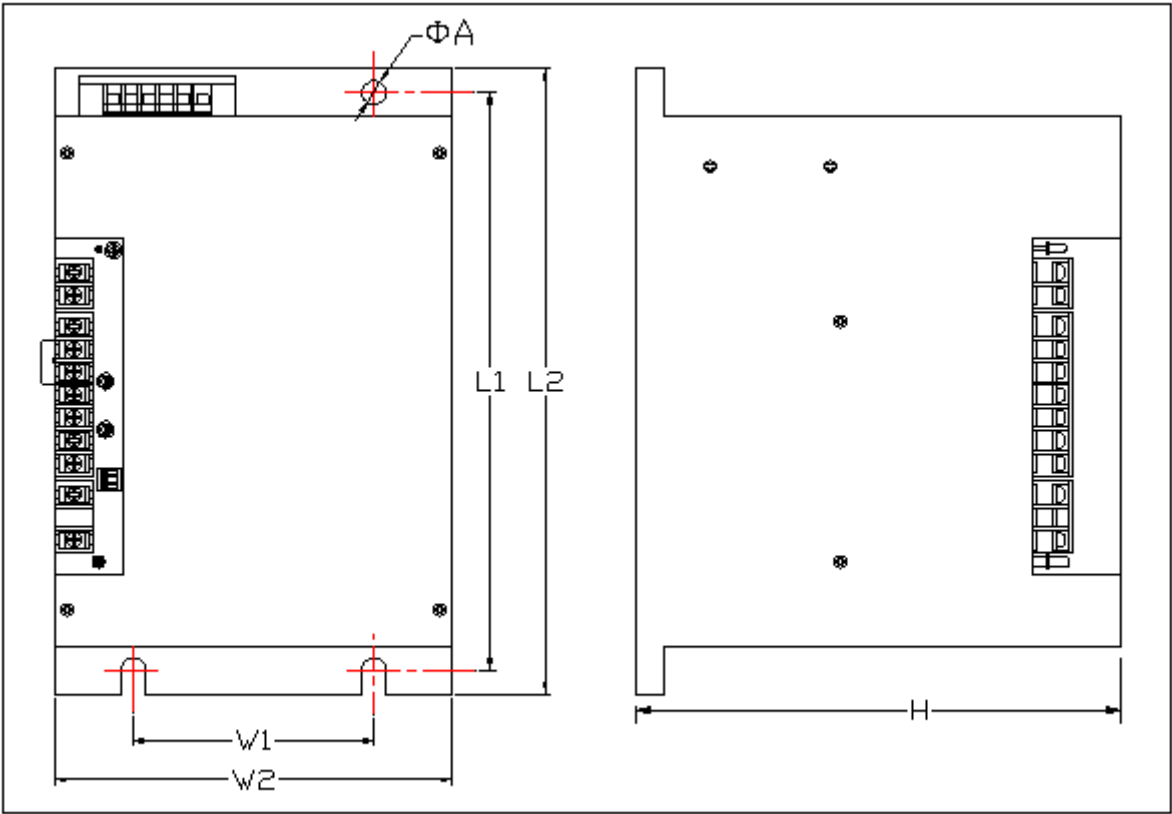

图 8
14. 外形及安装尺寸图（图8）
说明：图 8 中左上角是风机及状态发送接线端子。